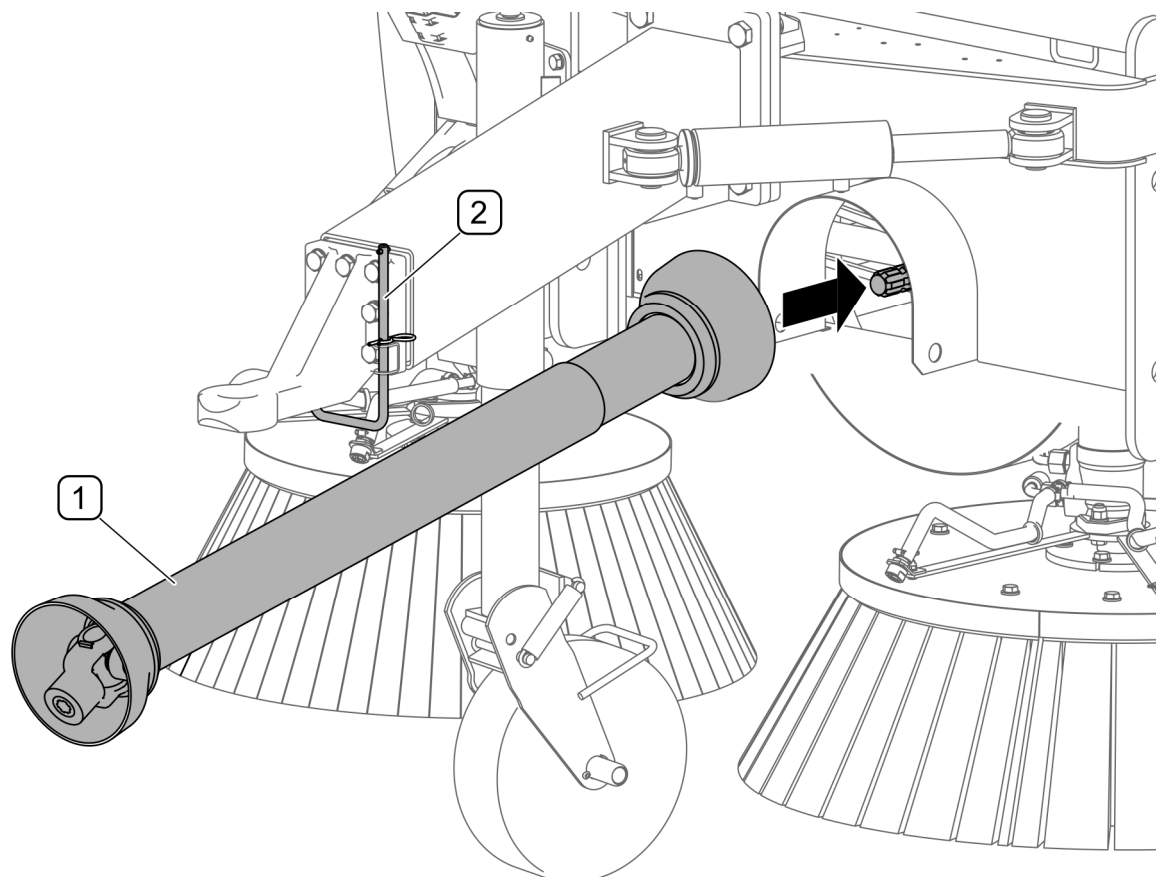

РИСУНОК 4.6 Під'єднання шарнірно-телескопічного вала
(1) - шарнірно-телескопічний вал; (2) - кронштейн вала
Якщо вал з'єднаний з підмітально-прибиральною машиною, і не з'єднаний з трактором, його слід підвісити на кронштейні (2). Під час роботи підмітально-прибиральної машини кронштейн (2) повинен бути піднятий вгору і заблокований у цьому положенні (РИСУНОК 4.6)